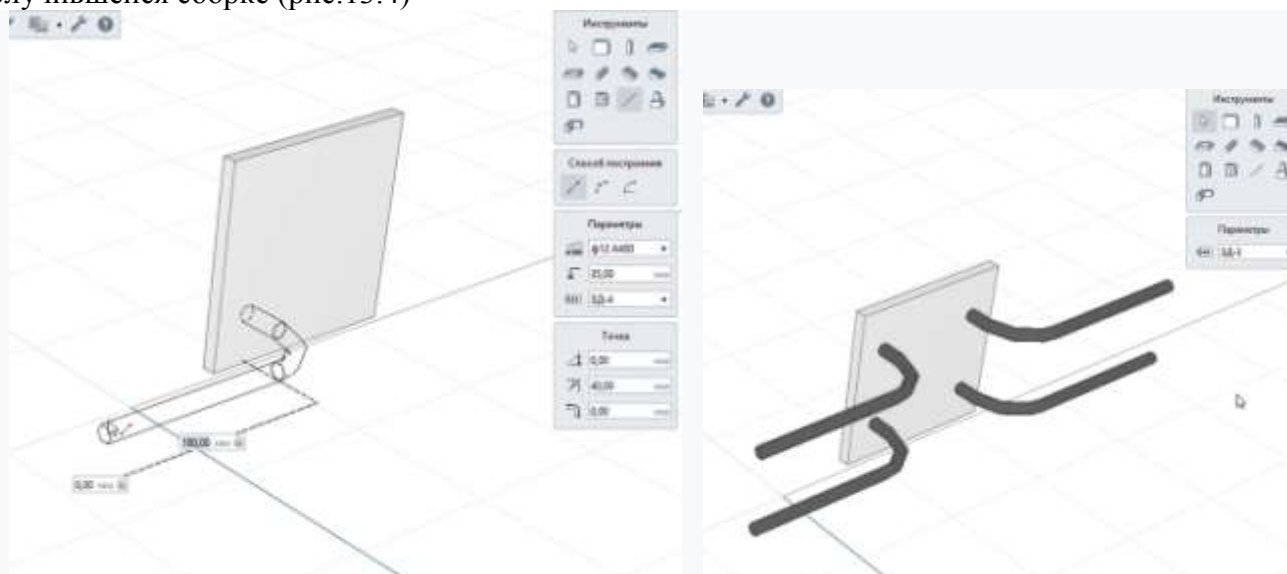

Рисунок 13.4 - Моделирование выпуска закладной детали. Готовая закладная 3Д-З
5. Переход к арматурным стержням. Необходимо добавить арматурные стержни в окне *Арматурные изделия* (рис.13.4). Делается это аналогично добавлению любых других свойств и стилей. Процесс создания арматурного стержня вручную ничем не отличается от моделирования прочих элементов. Затем с помощью копирования создаем еще три стержня и задаем марку 3ДЗ получившейся сборке (рис.13.4)